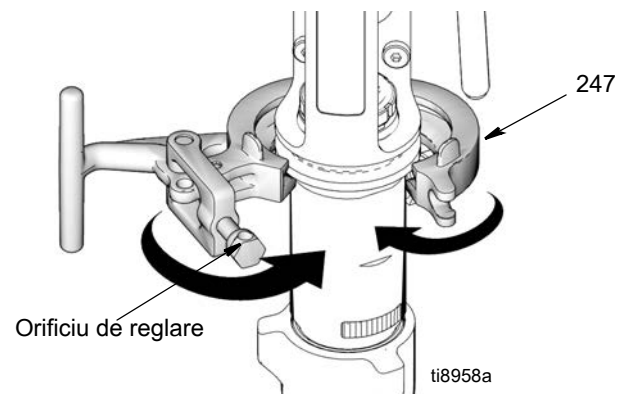

FIG. 22
3. (Fig. 22) Închideți colierul (247) în jurul pompei (111) și presați-l pentru a-l închide.